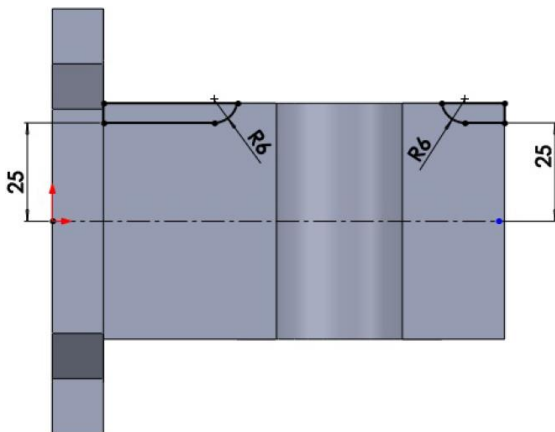

Рисунок 5.6 – Ескіз для функції витягнутого вирізу
- в) Створити елемент вирізання на верхній площині другої деталі (рис. 5.6 і 5.7).